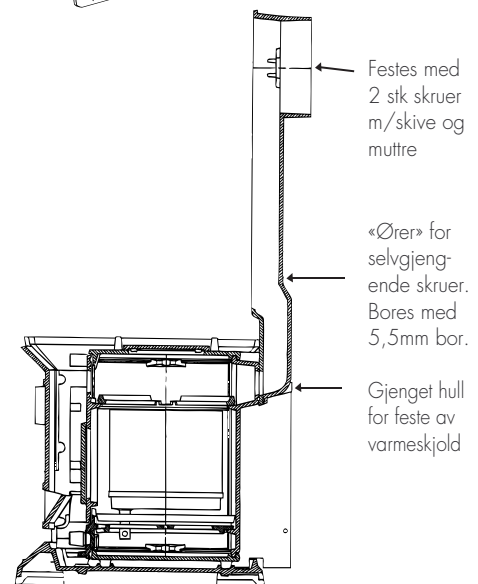

Fig. 3. Røykkanal fra brennerseksjon til peisovn.
- C. I røykkanalen er det «ører» for feste til peisovnen med selvgjengende skruer, og skiver. Det må bores 5,5 mm hull i peisovnen (se fig. 3). Dette gjøres etter at røykkanalen er satt på plass. Husk plass for underlagsskivene.
5. Varmeskjoldet bak brennkammeret festes med mutterskrue til oppgjenget hull i røykkanalen (se fig. 3). På siden festes det med 2 stk selvgjengende skruer til skjermplaten på siden av brennkammeret.